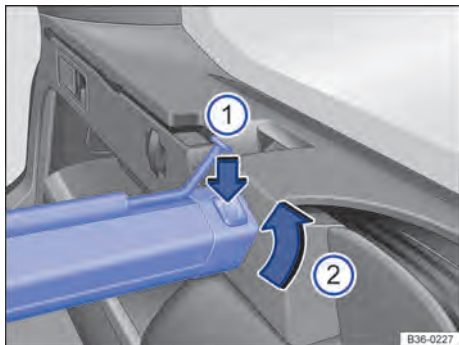

Fig. 127 No compartimento de bagagem: remover a rede divisória.
- Pressionar o botão de destravamento esquerdo ou direito → Fig. 127 ❶ na direção da seta.
- Retirar a caixa na direção da seta → Fig. 127 ❷, tirando-a do suporte.
- Introduzir a carcaça à esquerda e direita em sentido contrário à seta → Fig. 127 ❷ no suporte. A carcaça se encaixa.
As marcações vermelhas nos botões de destravamento → Fig. 127 ❶ já não podem mais ser visíveis.